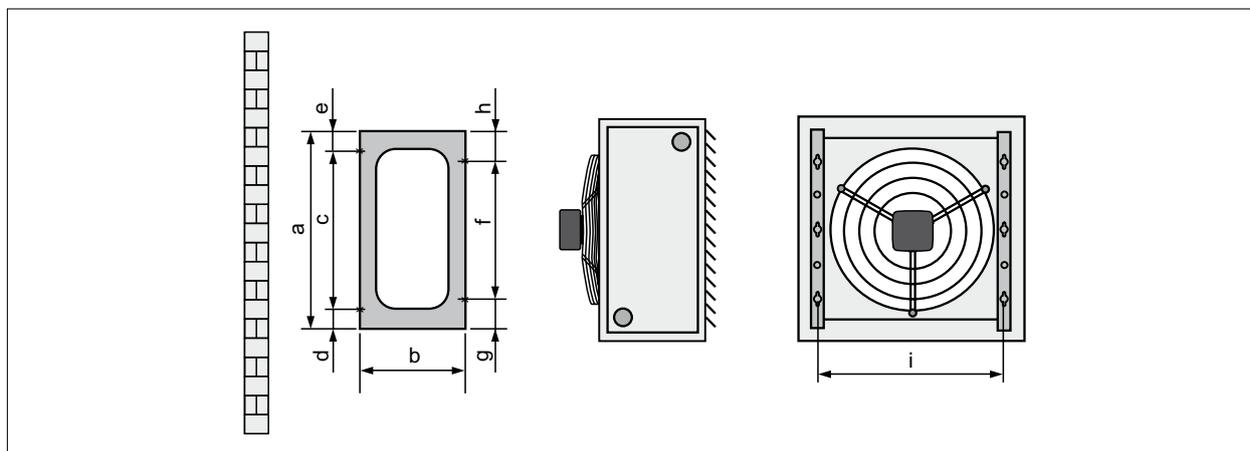

Fig. 5.5 Montaje del aerotermo con bastidores de fijación en la pared
- ▶ Tener en cuenta Fig. 5.5 Montaje del aerotermo con bastidores de fijación en la pared y Tabla 5.2 Dimensiones de los bastidores de fijación.